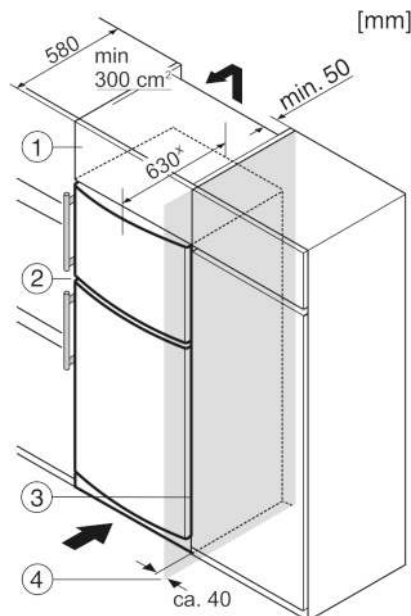

Fig. 10
- (1) Дополнительный шкафчик
(2) Устройство
- (3) Кухонный шкаф
(4) Стена
Устройство может быть окружено кухонными шкафами. Чтобы уравнять устройство *Fig. 10 (2)* по высоте с кухонной стенкой, можно установить над устройством дополнительный шкафчик *Fig. 10 (1)*.
При комбинировании с кухонными шкафами (глубина макс. 580 мм) устройство можно установить непосредственно рядом с кухонным шкафом *Fig. 10 (3)*. Устройство выступает сбоку на 34 мм * и по центру на 50 мм * относительно передней стенки кухонного шкафа.
Если устройство установлено на шарнирах у стены *Fig. 10 (4)*, то расстояние между устройством и стеной должно быть не менее 40 мм. Настолько выступает ручка при открытой дверце.